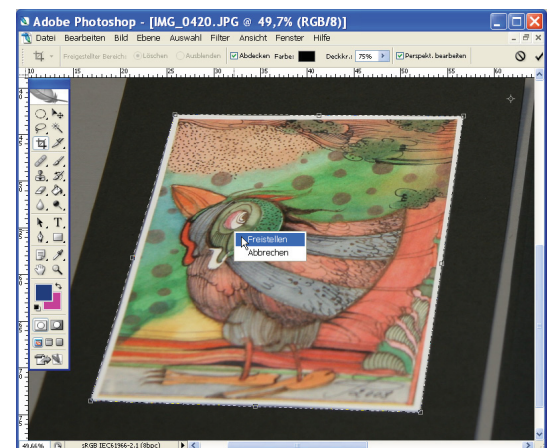

Abb. 11-53: Auf Rechteck entzerren und freistellen
- Die Eckpunkte mittels **NAVIGATOR** genau auf den Ecken des freizustellenden Motivs positionieren ► **reMT | FREISTELLEN** (Abb. 11-53)